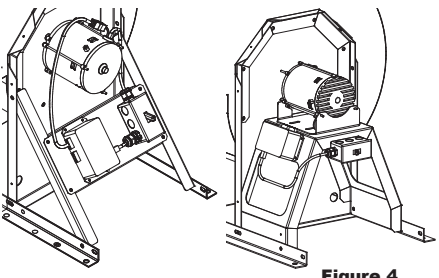

Figure 4
1. Voir la Figure 4, attacher le transformateur aux cornières du bâti de moteur à travers les trous existants avec les quatre vis n° 10 x 1/2 fournies.